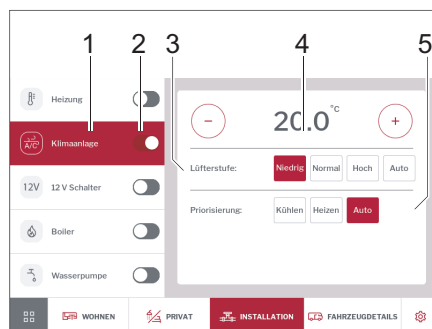

Fig. 276 Instalación de aire acondicionado
- Encender o apagar el aire acondicionado con el interruptor deslizante (Fig. 276,2).
- Tocar en la opción *Aire acondicionado* (Fig. 276,1).
- Use las teclas más y menos para establecer la temperatura ambiente deseada (Fig. 276,4).
- Establecer la priorización deseada (refrigeración/calefacción/automático) (Fig. 276,5).
- Seleccionar intensidad de ventilación (Fig. 276,3).